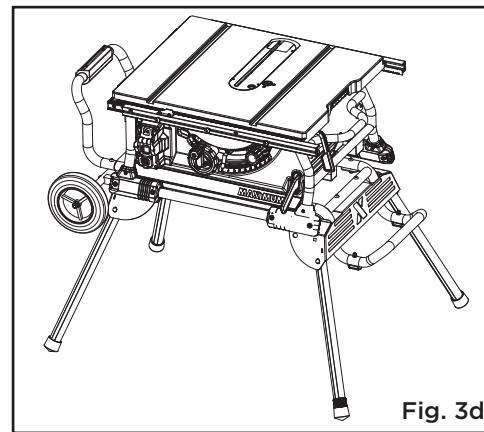

Fig. 3d
- La figure 3d montre les pattes déployées du support.